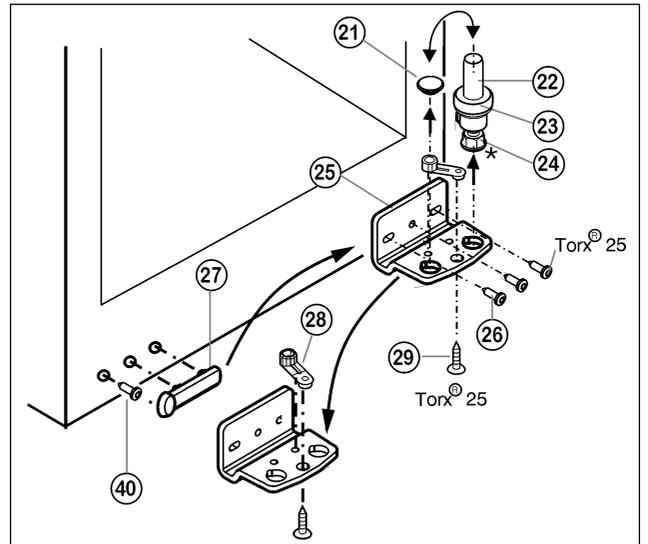

Fig. 5
- ▶ Lagerbolzen Fig. 5 (22) komplett, mit Scheibe Fig. 5 (23) und Stellfuß* Fig. 5 (24) nach oben herausziehen.
- ▶ Stopfen Fig. 5 (21) abheben.
- ▶ Lagerbock Fig. 5 (25) abschrauben Fig. 5 (26).
- ▶ Lagerteil Fig. 5 (28) abschrauben Fig. 5 (29) und in das gegenüberliegende Aufnahmeloch des Lagerbocks umsetzen, wieder festschrauben.
- ▶ Griffseitige Abdeckung Fig. 5 (27) vorsichtig abheben, Schraube Fig. 5 (40) herausdrehen und beides auf die Gegenseite umsetzen.
- ▶ Lagerbock Fig. 5 (25) auf der neuen Scharnierseite ggf. mit Hilfe eines Akkuschaubers **fest (mit 4 Nm)** wieder anschrauben.
- ▶ Stopfen Fig. 5 (21) in das andere Loch wieder einsetzen.
- ▶ Lagerbolzen Fig. 5 (22) komplett, mit Scheibe und Stellfuß*, wieder einsetzen. Dabei darauf achten, dass der Rastnocken nach hinten zeigt.
- ▶ Stopfen (33) aus der Türlagerbuchse herausheben und umsetzen.
- ▶ Türgriff (32), Stopfen (33) und Druckplatten* (34) abmontieren und auf die Gegenseite umsetzen.
- ▶ Tür von oben auf Lagerbolzen unten Fig. 5 (22) aufsetzen.
- ▶ Oberen Lagerbock (12) auf der neuen Scharnierseite in die Tür einsetzen.
- ▶ Oberen Lagerbock (12) fest (mit 4 Nm) anschrauben (2 mal Torx® 25) (13). Schraublöcher evtl. vorstechen oder Akkuschrauber verwenden.
- ▶ Abdeckung (10) und Abdeckung (11) jeweils auf der Gegenseite aufrasten.
- ▶ Die Tür evtl. über die beiden Langlöcher im Lagerbock unten Fig. 5 (25) fluchtend zum Gerätegehäuse ausrichten. Dazu mittlere Schraube herausdrehen.